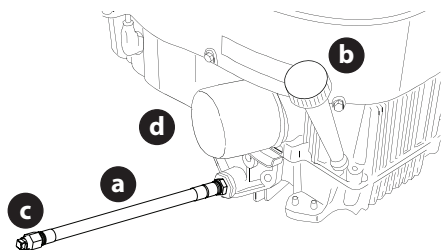

Figure 30
1. Repérez le boyau de vidange d'huile (a) qui se trouve sur le côté du moteur (Figure 30 à la page 95).
2. Placez un récipient adéquat d'une capacité minimum de 2,37 l (2,5 quarts) sous l'extrémité du boyau de vidange d'huile pour recueillir l'huile usée. Enlevez le bouchon de remplissage et la jauge d'huile (b) du tube de remplissage d'huile (Figure 30 à la page 95).
3. Tenez l'extrémité libre du boyau de vidange d'huile au-dessus du récipient, puis dévissez le bouchon à tête carrée (c) du boyau de vidange d'huile (Figure 30 à la page 95). Vidangez l'huile du moteur dans le récipient.
5. Retirez le filtre à huile et laissez l'huile s'écouler dans le récipient (Figure 30).
6. Remplacez le filtre à huile (d) et remplissez le moteur avec de l'huile neuve selon les instructions de la notice d'utilisation du moteur (Figure 30).